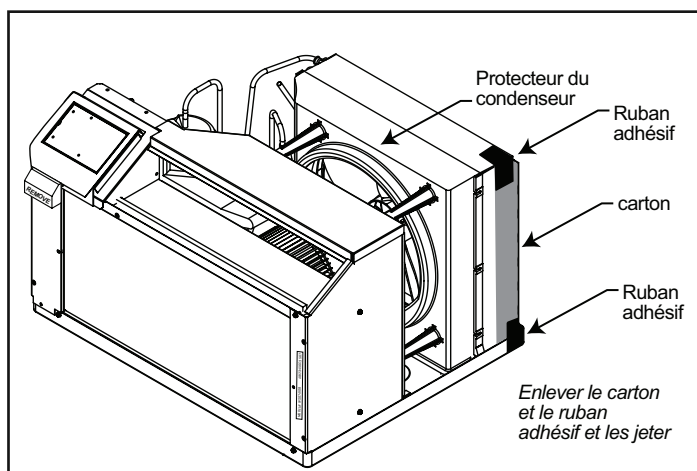
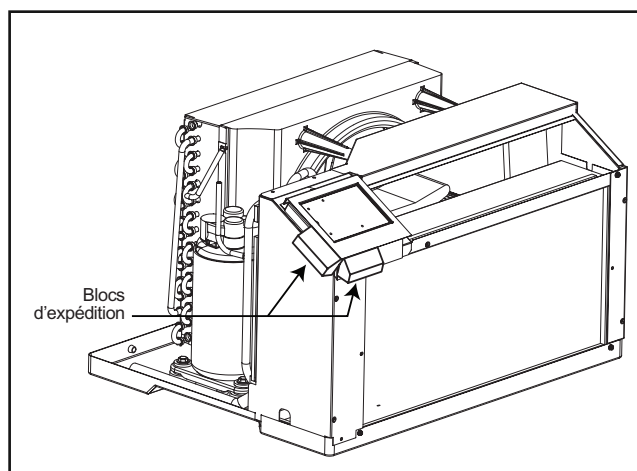

Figure 10
Figure 11
- ÉTAPE 4.** Sortir le châssis du carton d'expédition. Elever le carton placé contre les agrafes en épingle à cheveux et collé avec du ruban adhésif sur le protecteur du condenseur (consulter la Figure 10). Il faut faire attention de ne pas toucher les agrafes en épingle à cheveux sous peine de les endommager. **IMPORTANT:** Avant d'installer l'unité dans le manchon mural, retirer les deux blocs d'expédition jaunes. Un bloc d'expédition est fixé directement en-dessous du tableau de commande, sur le côté avant gauche de l'unité. Un deuxième bloc d'expédition est situé directement en-dessous du côté gauche du tableau de commande (se reporter à la Figure 11). Soulever le châssis du plateau et le glisser dans le coffret jusqu'à ce qu'il touche la grille arrière. Avec le châssis en position, le bord avant du plateau doit dépasser de 4-3/4" (12 cm) du bord avant du coffret.